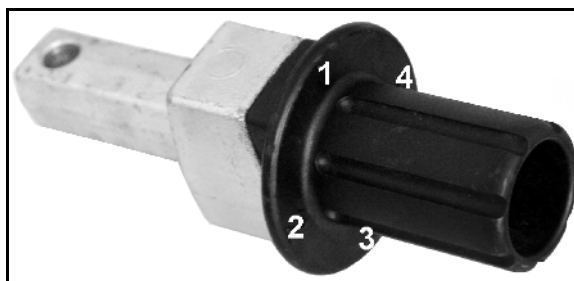

Bild 47
1. Ta bort spärren (Bild 47/3).
2. Lås svängspaken (Bild 47/2) i önskad vridriktning.
3. Förkorta / förlänga spindeln genom handspaken (Bild 47/1).
4. Säkra inställningen med spärren (Bild 47/3).